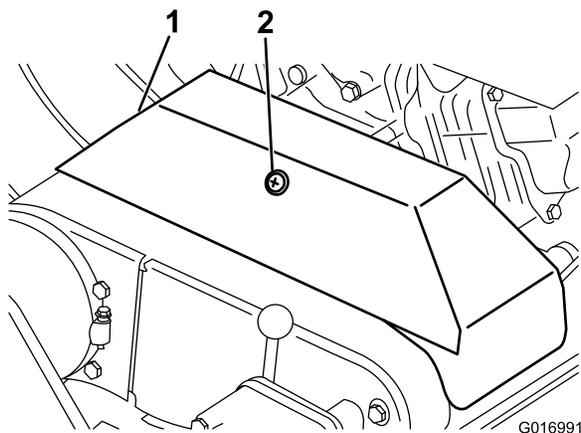

Рисунок 39
2. Ослабьте стопор, фиксирующий крышку клинового ремня, и откиньте крышку (Рисунок 39).
2. Вывинтите стопор, фиксирующий крышку клинового ремня, и откиньте крышку (Рисунок 39).